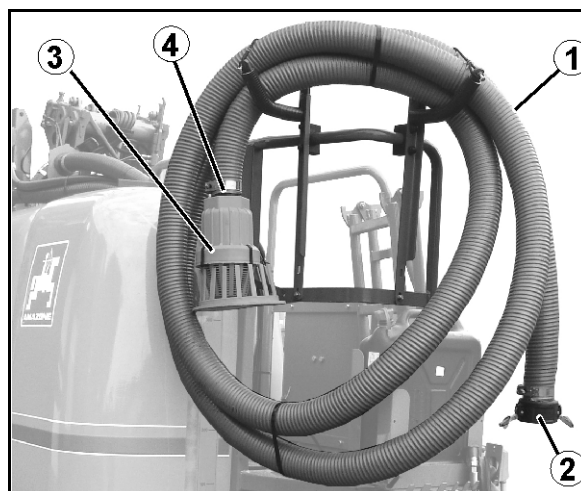

Fig. 55
- electronicamente (Fig. 55/1) (opção)
- mecanicamente (Fig. 55/2).